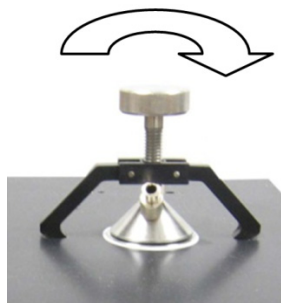

Figura 10. Fijación del dispositivo de sujeción de celda de flujo
- 4 Gire el tornillo de mariposa del dispositivo de sujeción de la celda de flujo hacia la izquierda para dejar espacio para adjuntar a la carcasa. Conecte el dispositivo de sujeción de celda de flujo a la placa base del FTIR 4500a y a la carcasa de la celda de flujo. Inserte los dos dedos en la parte inferior de los brazos del dispositivo de sujeción en las ranuras de la placa base del FTIR 4500a. Con una mano, alinee la punta del tornillo en el centro del agujero escariado de la carcasa. Con la otra mano, apriete el tornillo hacia la derecha hasta que la punta del tornillo se encaje en carcasa de la celda de flujo (consulte la Figura 10). Continúe hasta lograr ajustar bien con la mano el dispositivo de sujeción (por lo general se requiere no más de media vuelta una vez que entra en contacto con la carcasa). Tenga cuidado de no apretar en exceso, o puede dañar el dispositivo de sujeción.
- 2 Primero se debe instalar la celda de flujo, y luego se carga la muestra en la celda de flujo con jeringas Luer Lock (suministrada por el usuario). Para instalar la celda de flujo, gire el tornillo de mariposa del dispositivo de sujeción de la celda de flujo hacia la izquierda para dejar espacio para adjuntar a la carcasa. Conecte el dispositivo de sujeción de celda de flujo a la placa base del FTIR 4500a y a la carcasa de la celda de flujo. Inserte los dos dedos en la parte inferior de los brazos del dispositivo de sujeción en las ranuras de la placa base del FTIR 4500a. Con una mano, alinee la punta del tornillo en el centro del agujero escariado de la carcasa. Con la otra mano, apriete el tornillo hacia la derecha hasta que la punta del tornillo se encaje en carcasa de la celda de flujo (consulte la Figura 10). Continúe hasta lograr ajustar bien con la mano el dispositivo de sujeción (por lo general se requiere no más de media vuelta). Tenga cuidado de no apretar en exceso, o puede dañar el dispositivo de sujeción.
- 3 Se recomienda, pero no es obligatorio, utilizar dos (2) jeringas Luer Lock para cargar la muestra en la celda de flujo. Una jeringa se llena con la muestra y la segunda jeringa vacía se utiliza para extraer la muestra de la celda de flujo y crear una succión de vacío. Este procedimiento reduce la presión interna en la celda de flujo y minimiza el riesgo de fuga de la muestra. Asegúrese de inyectar una cantidad suficiente de la muestra para garantizar que llega y cubre toda la superficie del cristal de diamante.
- 2 Primero se debe instalar la celda de flujo, y luego se carga la muestra en la celda de flujo con un sistema de bombeo de baja presión (suministrada por el usuario). Para instalar la celda de flujo, gire el tornillo de mariposa del dispositivo de sujeción de la celda de flujo hacia la izquierda para dejar espacio para adjuntar a la carcasa. Conecte el dispositivo de sujeción de celda de flujo a la placa base del FTIR 4500a y a la carcasa de la celda de flujo. Inserte los dos dedos en la parte inferior de los brazos del dispositivo de sujeción en las ranuras de la placa base del FTIR 4500a. Con una mano, alinee la punta del tornillo en el centro del agujero escariado de la carcasa. Con la otra mano, apriete el tornillo hacia la derecha hasta que la punta del tornillo se encaje en carcasa de la celda de flujo (consulte la Figura 10). Continúe hasta lograr ajustar bien con la mano el dispositivo de sujeción (por lo general se requiere no más de media vuelta). Tenga cuidado de no apretar en exceso, o puede dañar el dispositivo de sujeción.